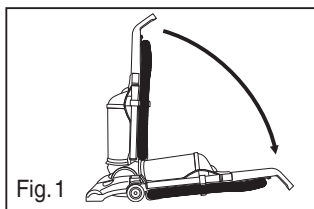

Fig. 1
- Pise el pedal de liberación de la agarradera para ponerla horizontal en el piso (Fig. 1).